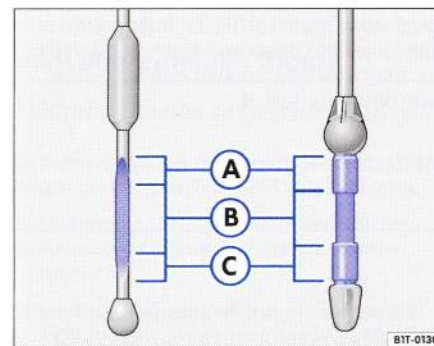

Fig. 13 Imagine de referință: Joa cu marcaje.
– Scoateți joa, citiți nivelul uleiului ⇒ fig. 13 și adăugați ulei, dacă este necesar ⇒ pagina 62, “Completarea cu ulei”.
Dacă nivelul uleiului se găsește deasupra zonei ⇒ pagina 61, fig. 13" Ⓐ, nu porniți motorul – pe-
Imaginea ⇒ pagina 61, fig. 13" înfățișează o imagine a jojei. Joja poate avea forme și culori diferite. Marcajele ilustrate sunt valabile pentru toate tipurile de joă. ◀
- Când nivelul uleiului se află în zona ⇒ pagina 61, fig. 13" Ⓑ, puneți din nou capacul.
Dacă nivelul uleiului se găsește deasupra zonei ⇒ pagina 61, fig. 13" Ⓐ, nu porniți motorul – pericol de avarie la catalizator sau la motor!
Nivelul uleiului nu trebuie să fie în nici un caz, deasupra zonei ⇒ pagina 61, fig. 13" Ⓐ. În caz